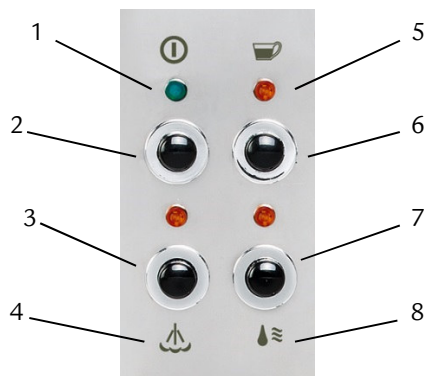

Abb. 1
- Entnehmen Sie nun ca. 1,5 – 2,0 l Wasser über die Brühgruppe, indem Sie den Kaffee-Schalter (Abb. 1 – Position 6) betätigen.
Betätigen Sie den Dampf-Schalter (Abb 1 – Position 4). Da die Maschine zur Dampfproduktion nachheizen muss, leuchtet nun die Heizungsampe (Abb. 1- Position 3) auf. Hierbei kann das Pumpendruckmanometer evtl. ausschlagen, dies ist aber bedeutungslos.